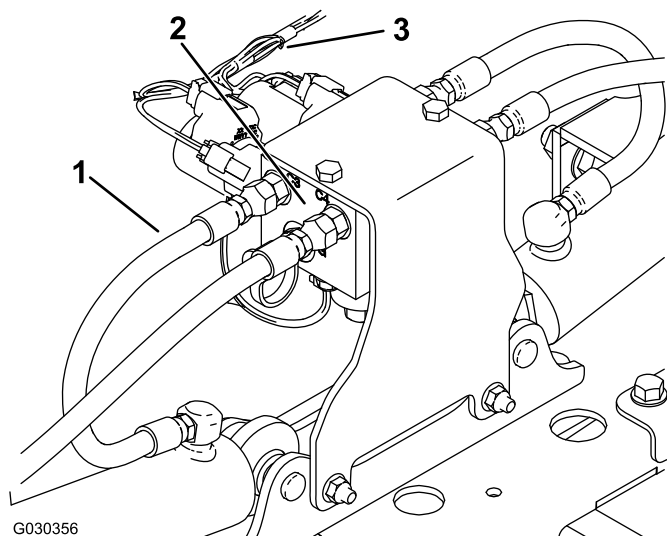

Рисунок 1
1. Отсоедините жгут проводки от блока гидравлического коллектора (Рисунок 1).
2. Пометьте все шланги, подключенные к блоку гидравлического коллектора, и отсоедините их от блока (Рисунок 1).